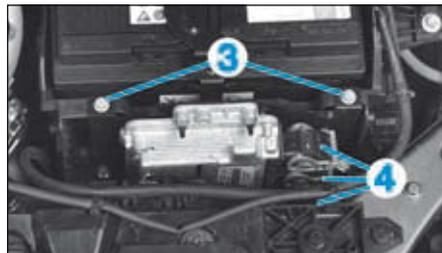

FIG.25
- les vis (3) (Fig.25),
- Débrancher les connecteurs (4).